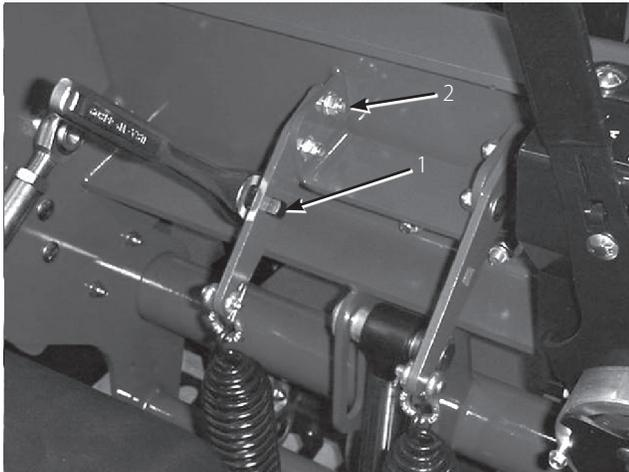

図 38
2. スプリング・プレート (図38) の四角い穴に 1/2" のラチェットまたはバールを差し込む。